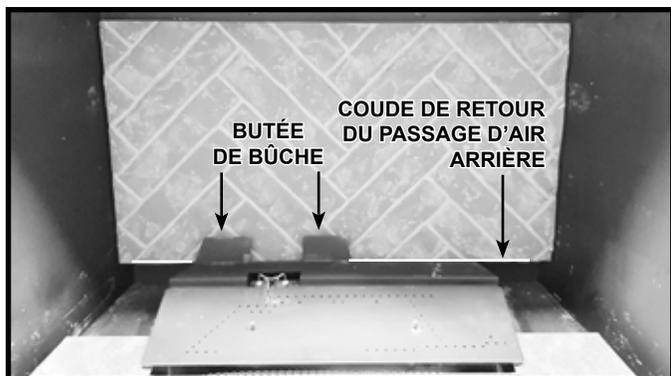

Figure 11.1 Installation du panneau réfractaire arrière
1. Repérez le panneau réfractaire arrière et tournez-le de manière à ce que les lignes de jointolement s'alignent sur les lignes de jointolement des panneaux latéraux une fois installés. Installez le panneau réfractaire arrière comme indiqué à la figure 11.1. Placez-le avec précaution sur le coude de retour du passage d'air arrière, derrière la butée de la bûche.